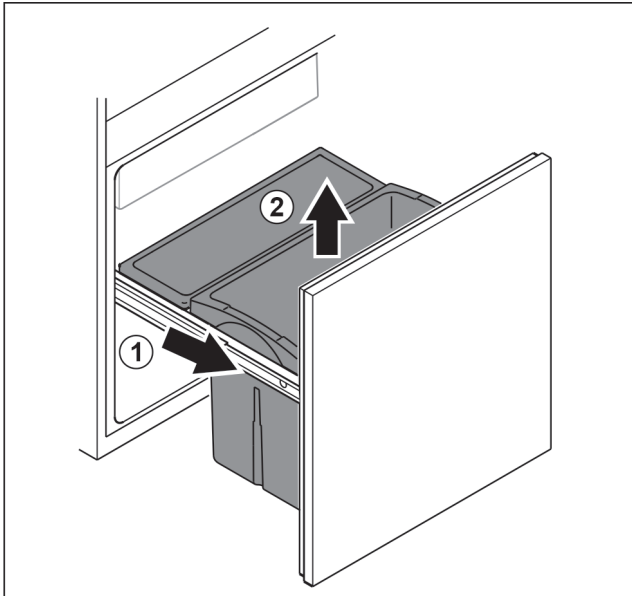

Fig. 87
- ▶ Вытяните выдвижную тележку до упора. Fig. 87 (1)
- ▶ Извлеките выдвижной ящик движением вверх. Fig. 87 (2)